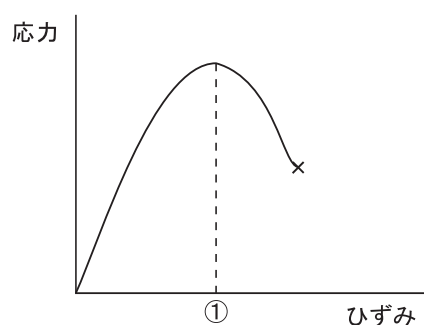
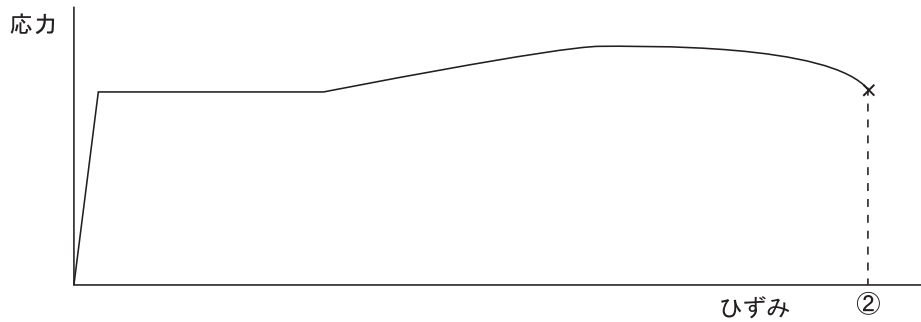

図1 圧縮を受けるコンクリートの応力・ひずみ関係例
図2 引張を受ける鉄筋の応力・ひずみ関係例
コンクリートの圧縮試験を見たことがある方はわかりやすいと思いますが、コンクリートが圧縮力によって壊れるときは、最初にひび割れが発生し、そのひび割れが大きくなり、最後にはいくつかの塊にばらばらに分かれてしまいます。こうなってしまうと、もはや力を支えることはできなくなります。圧縮試験における力と変形の関係例を図1に示します。
コンクリートにひび割れが発生した後は、単純に鉄筋の引張試験をしていることと同じになります。引張試験をしたときの力と変形の関係の例を図2に示します。鉄筋を引っ張ると、初めは力の強さに比例して伸びていきますが、ある力に達すると変形が急激に進むようになります。このような現象を降伏と呼んでいます。鉄筋が降伏すると荷重を増やさなくても変形が進
みます。しかしある程度変形が進むと、さらに力を加えないと変形が進まなくなります。そこでさらに力を加えていくと、最後に鉄筋が切れて終わります。コンクリートの最大圧縮応力時のひずみ（図1の①）は0.2%程度ですが、鉄筋が引張で切れるときのひずみ（図2の②）は30%程度であり、両者の差は非常に大きいものなのです。